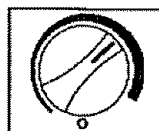

Fig. 15
- Lorsque le refroidissement maximum est atteint, placez l'aiguille du bouton de commande de la température à la position de 2 heures sur le cadran gradué (voir la Fig. 15).